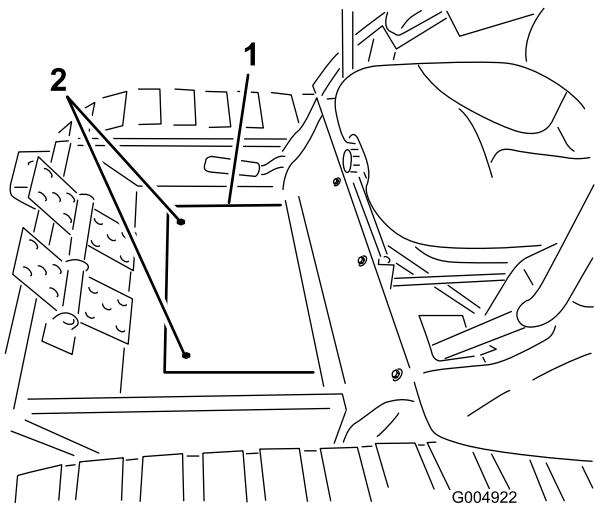

Figura 74
- Retire los 2 tornillos que sujetan la cubierta de la chapa de suelo y, retire la cubierta (Figura 74).